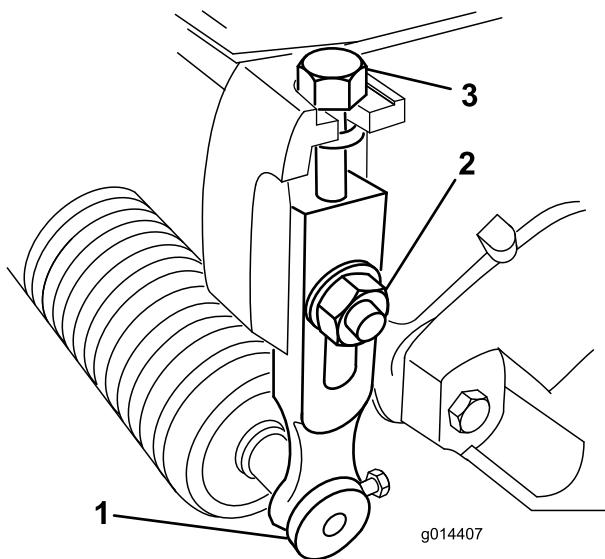

Figura 9
1. Allentate i dadi di bloccaggio che fissano i bracci di regolazione dell'altezza di taglio sulle piastre laterali dell'apparato di taglio (Figura 9).